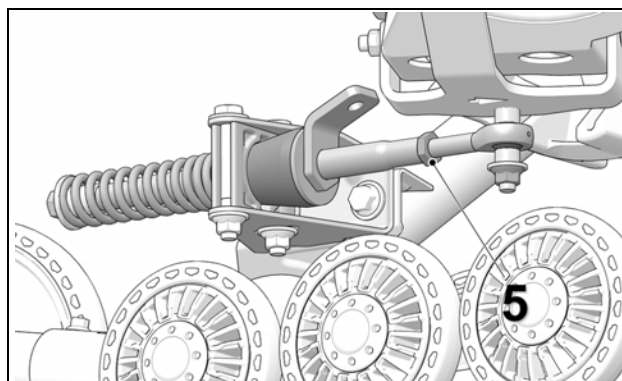

Figure 17
- Resserer le contre-écrou (5) à un couple de 40 N•m (30 lb•pi). Voir Figure 17.